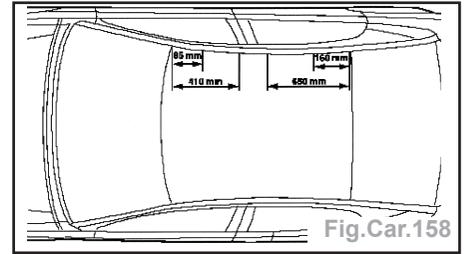

Fig.Car.158
- Faire 8 perçages (Fig.Car.158).